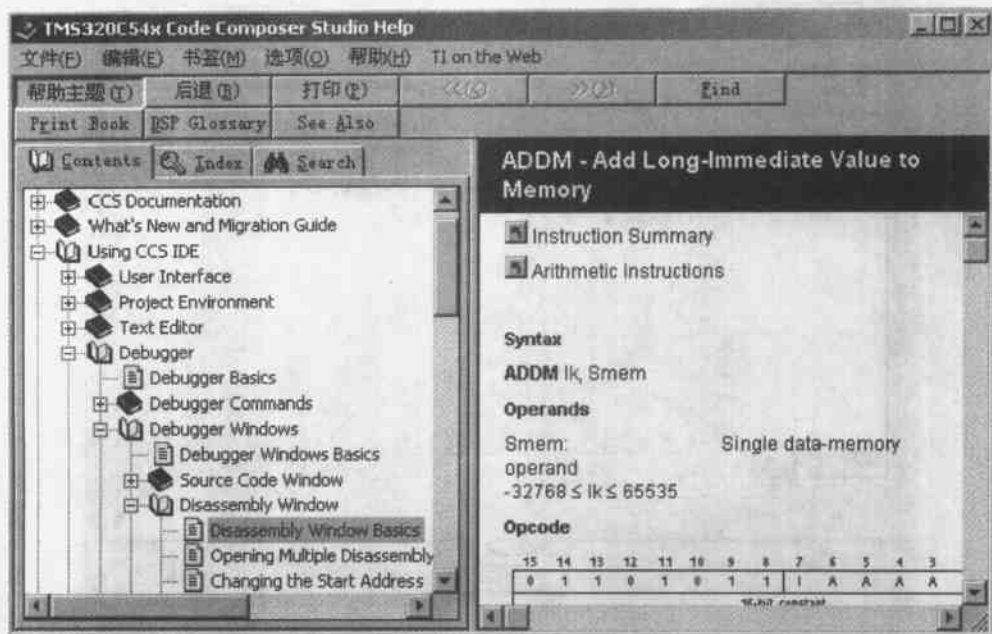

图 4.7 ADDM 指令的帮助信息
(4) 在“反汇编”窗口中, 单击任何一个指令, 或将鼠标放在一条指令上, 按 F1 键, 则 CCS 将搜索该指令的相关帮助信息, 这是获取一条指令帮助的最好方法。比如, 将光标放在 c_int00 行下的 ADDM 指令下, 按 F1 键, 将弹出如图 4.7 所示的帮助信息。